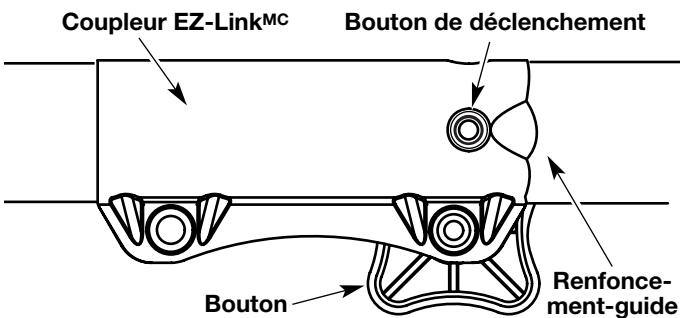

Fig. 6
1. Dévissez le bouton vers la gauche (Fig. 6).
2. Appuyez sur le bouton de déclenchement et maintenez-le enfoncé (Fig. 6).
NOTE : aligner le bouton de déclenchement avec le renforcement-guide facilitera l'installation (Fig. 6).